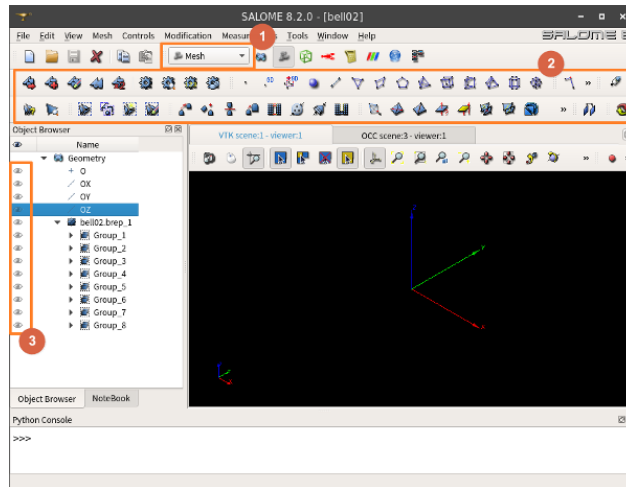

Figure 6: 6
- Figure 6에서 1번으로 Mesh로 모드를 변경했다. 그에 따라 2번 영역에 매쉬를 조작할 수 있는 각종 아이콘들이 나타난다. 3번 부분을 보면 Geometry에서 작업한 피쳐들이 전부 보이지 않는 상태로 되어 있고, 따라서 화면에 아무런 모델도 보이지 않는 것을 확인할 수 있다.